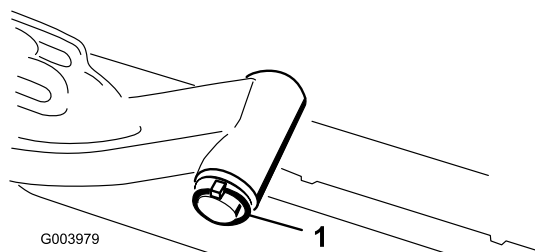

Figura 11
- A. Togliete l'acciarino e la rondella che fissano l'albero di articolazione al braccio di sollevamento ed estraete l'albero dal braccio di sollevamento (Figura 11).
C. Inserite l'albero del braccio di sollevamento nel braccio di sollevamento, e fissatelo con la rondella e l'acciarino (Figura 11).